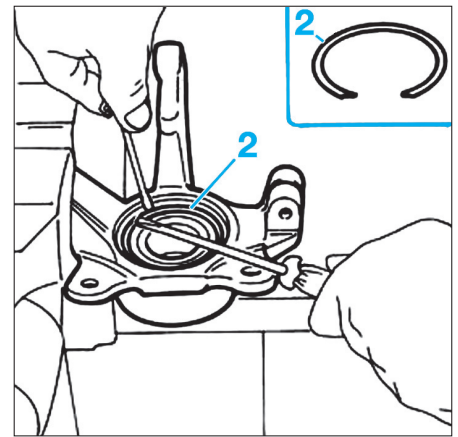

Fig. 26
- Retirer le circlip (2) de butée du roulement (Fig.26).